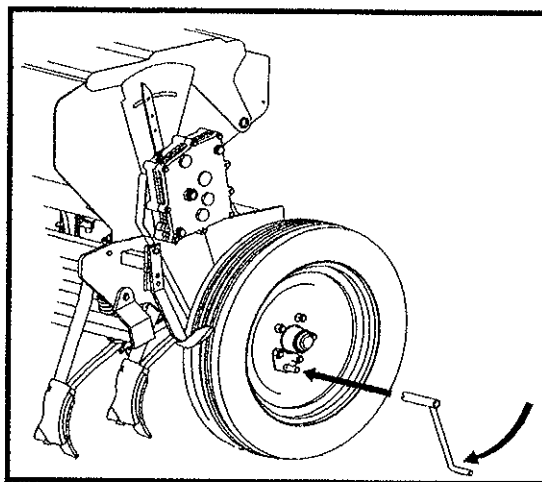

fig. 4
- 7) Avec la MANIVELLE DE TOUR DE LA ROUE (fig. 4) on donne quelques tours à la ROUE MOTRICE (droite, en regardant la machine par arrière) dans le sens de la marche jusqu'à par tous les distributeurs sortent les semences.